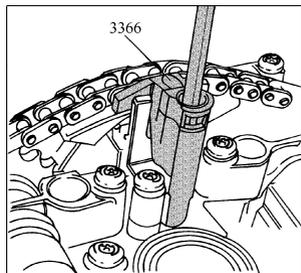

图 2-102 用 3366 固定住凸轮轴调整器
- 11) 如图 2-102 所示, 用 3366 固定住凸轮轴调整器。